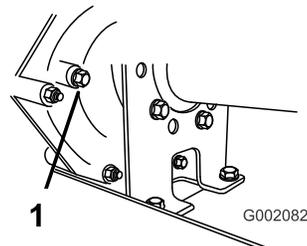

Figura 49
2. Rimuovete il bullone dal foro indicatore di livello (Figura 49).